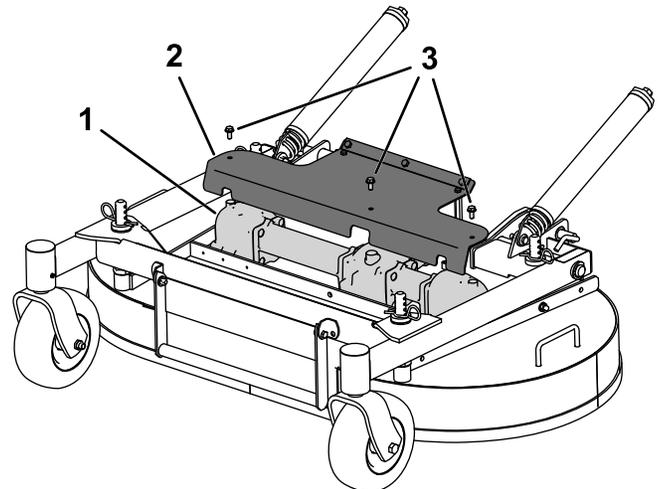

Bild 34
3. Entfernen Sie die Schutzvorrichtung, um an das Getriebe zu gelangen (Bild 34).